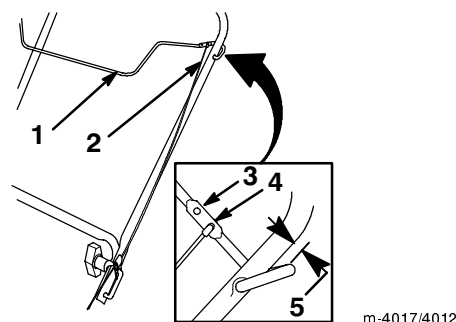

Figure 12
1. Insérez l'extrémité supérieure du câble de commande dans le trou inférieur du support de la barre de commande (reportez-vous à l'encart de la Fig. 12).
3. Vérifiez que l'écart entre la barre de commande et le mancheron est compris entre 1,6 et 3,2 mm (voir l'encart de la Fig. 12). Pour modifier l'écartement, reportez-vous à la section *Réglage du câble de commande* page 17.